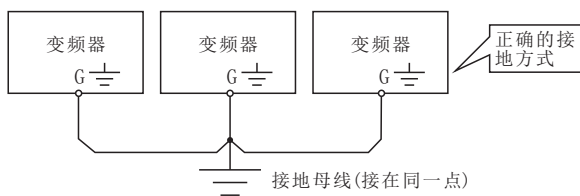

图1-1
- 为了安全起见，变频器的接地端子必须可靠接地,为了避免接地共阻抗干扰的影响，多台变频器的接地要采用一点接地方式，如图 1-1 所示。